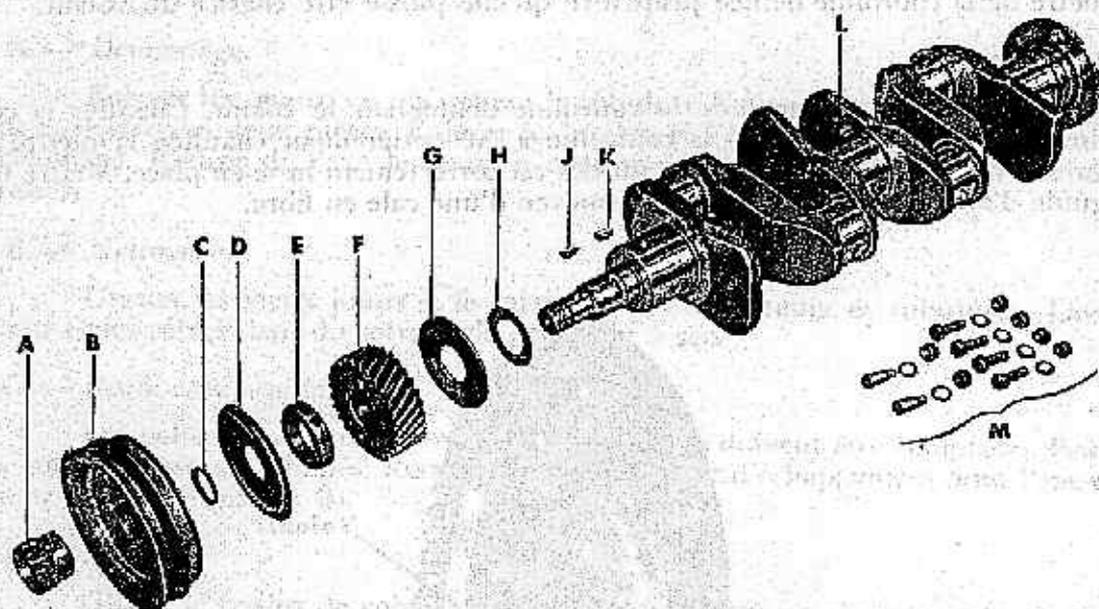
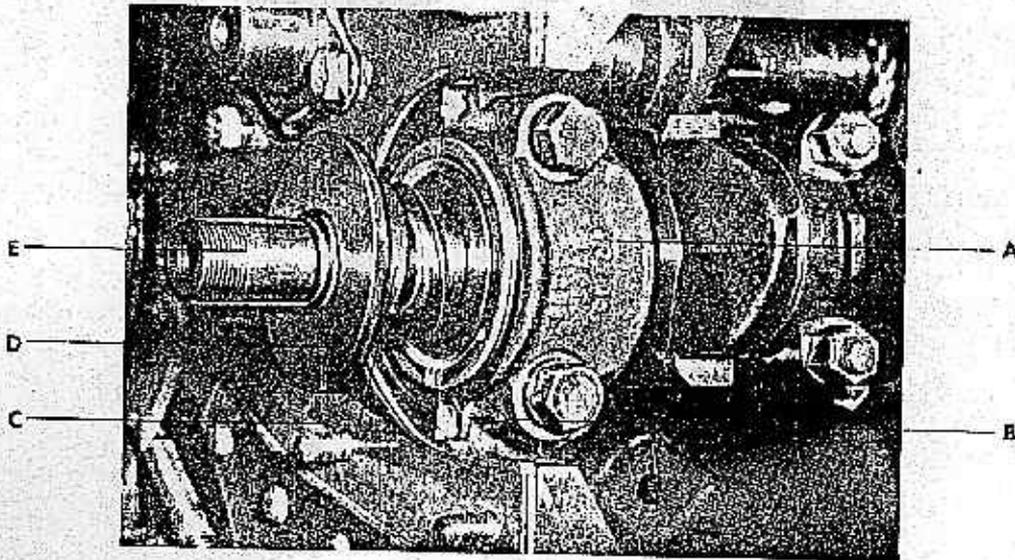

FIGURE 30. — Ensemble vilebrequin démonté.
Figure 35. — Cales d'épaisseur en place sur le vilebrequin.
Avec du fil de fer, déboucher les passages d'huile des portées de vilebrequin. Remplacer ou rectifier le vilebrequin s'il est usé ou rayé. Mesurer le diamètre extérieur de chaque portée du vilebrequin. Si le diamètre est inférieur à 49,187 mm (1,9365 pouce) sur les manetons (fig. 30) ou à 59,245 mm (2,3325 pouces) sur les tourillons (fig. 30) ou bien si l'une quelconque des portées a un faux rond supérieur à 0,013 mm (0,0005 pouce), le vilebrequin doit être rectifié à la dimension inférieure de 0,254 - 0,508 - 0,762 - 1,016 mm (0,010 - 0,020 - 0,030 - 0,040 pouce) selon le cas.
B. — Dépose du pignon de vilebrequin (fig. 30).
Mettre sur le vilebrequin le nombre de cales d'épaisseur nécessaire pour combler l'espace entre la règle et le vilebrequin (fig. 35). Mettre en place la rondelle de butée du vilebrequin (fig. 30). Frapper sur la grande clavette Woodruff pour l'introduire dans le vilebrequin et glisser sur l'arbre le pignon de vilebrequin, l'entretoise, le déflecteur d'huile et le joint (fig. 30). Frapper sur la petite clavette Woodruff pour l'introduire dans
le vilebrequin, mettre en place la poulie d'entraînement de dynamo et de courroie de ventilateur, la dent de loup de mise en marche, et serrer cette dernière. Placer une jauge d'épaisseur entre le chapeau de palier avant et le vilebrequin. Enlever les cales si le jeu axial excède 0,152 mm (0,006 pouce). Ajouter des cales s'il est inférieur à 0,102 mm (0,004 pouce) (fig. 35).